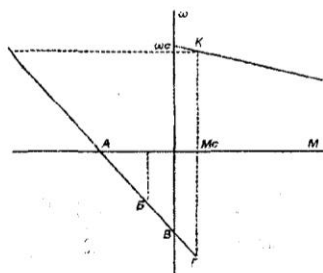

Рис. 29
**1-49.** Двигатель постоянного тока независимого возбуждения с реактивным моментом на валу  $M_C$  работал на естественной механической характеристике в точке  $K$  (рис. 29). В какой точке будет работать двигатель, если изменить полярность тока возбуждения двигателя?